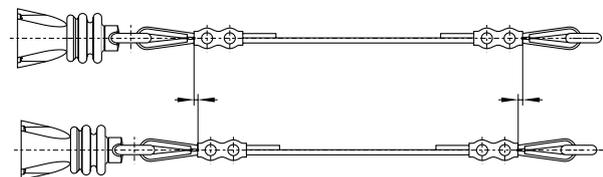

図 3: ワイヤーシンプルの変形
3.3 外形図 3
負荷が掛かるとワイヤーシンプルが変形しますので、取り付け後にワイヤーロープをしっかりと数回引っ張り張ります。その後ワイヤーロープのテンションを再調整します (図3参照)。